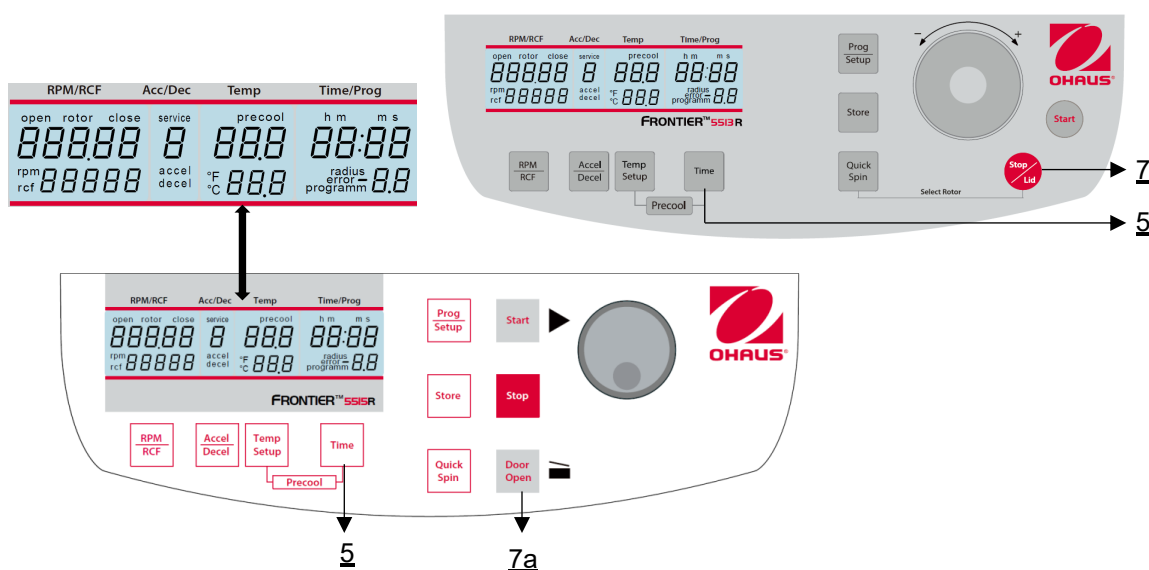

Abbildung 25
Öffnen Sie den Zentrifugendeckel und schalten Sie den Hauptschalter aus. Schalten Sie nun den Hauptschalter wieder ein. Im Display wird für ca. 3 Sekunden die Modellbezeichnung und die aktuelle Softwareversion angezeigt. Drücken Sie während dieser Zeit die Tasten **"Time"** (5) und **"Stop/Lid"** (7) gleichzeitig. Daraufhin wird für ca. 3 Sekunden ein Displaytest durchgeführt. Alle Anzeigen erscheinen gleichzeitig (siehe Abbildung 25).